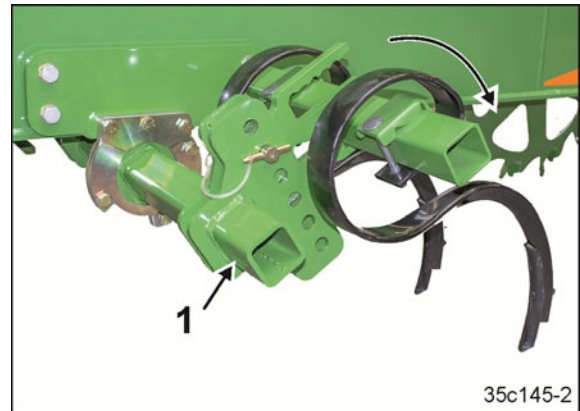

Bild 212
1. Sväng traktorns spårluckrare till arbetsläge (Bild 212/1):